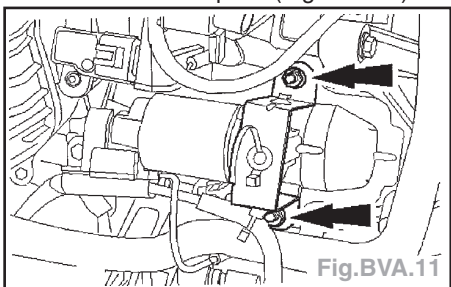

Fig.BVA.11
- Déposer le support de faisceau de câblage et de tuyau de refroidisseur de liquide après avoir dégagé le tuyau de refroidisseur de liquide (Fig.BVA.11).